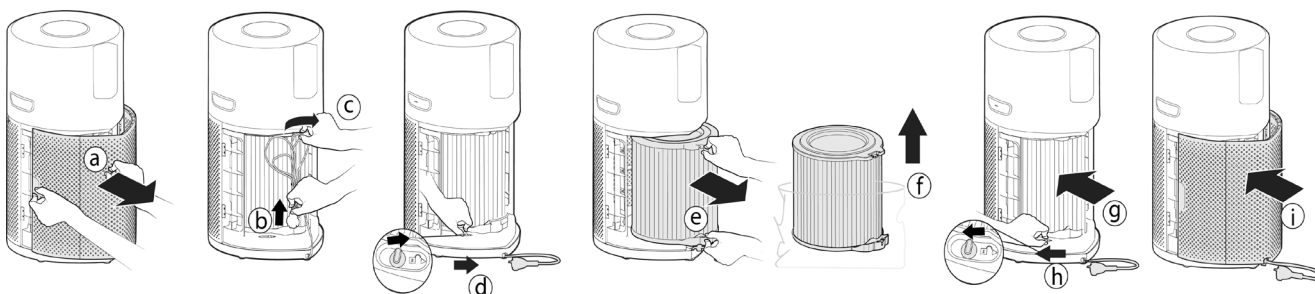

Fig. 1
2.1 INSTALACIÓN DEL FILTRO [Fig. 1]